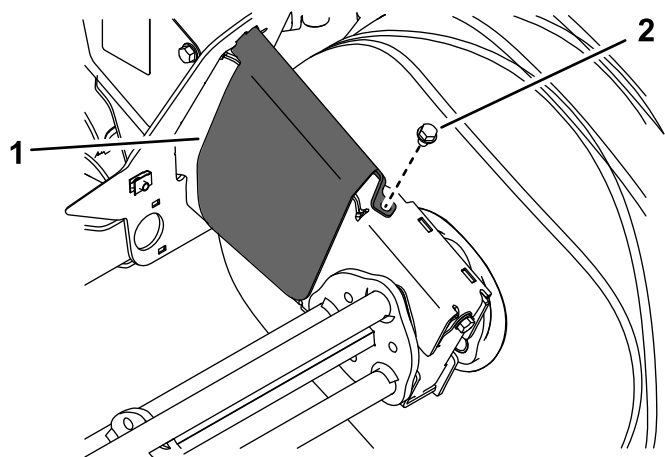

**Figure 26**
12. Dirigez les segments courbes vers le centre de la brosse et glissez le segment central neuf sur l'axe de telle sorte que les ergots chevauchent l'une des tiges (Figure 26).
13. Glissez un segment sur l'axe de sorte que les ergots chevauchent une tige adjacente et que la courbe soit à l'opposé du segment central (Figure 26).
14. Glissez le segment suivant sur l'axe, en le tournant de sorte que les ergots chevauchent la troisième tige et que les courbes soient à l'opposé du segment précédent (Figure 26).